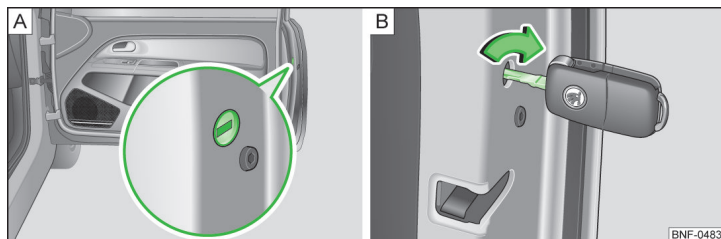

Fig. 121 Nødlåsning: forrude i højre side
- Sæt nøglen ind i slidsen » Fig. 121 - A.
- Drej nøglen til vandret i pilens retning » Fig. 121 - B i den højre dør og modsat pilens retning i den venstre dør.